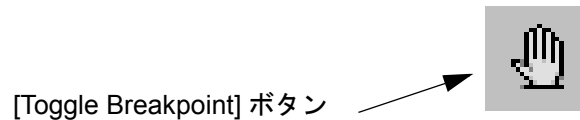

図 2-25. ブレークポイントのクリア
4. 今度は、ブレークポイントをプログラムからクリアします。ブレークポイントが設定されているオブジェクトを選択します。図 2-25 に示したように、ツールバーの [Toggle Breakpoint(s)] ボタンをクリックします。または、[Debug] ⇒ [Clear All Breakpoints] を選択します。